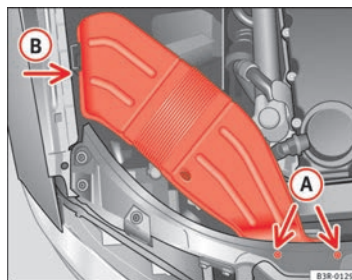

Fig. 204 Conduit d'air, côté droit du véhicule
- Dévissez les vis **(A)** ⇒ fig. 204.